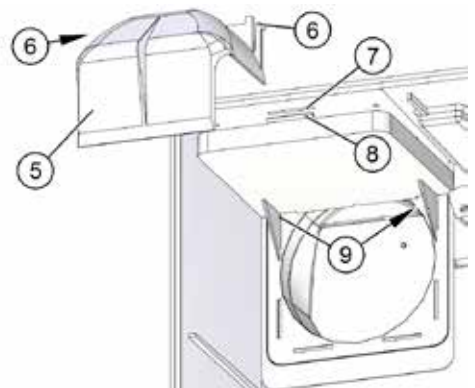

Abb. 27: Umbau von U nach U-H – Teil 2
- Beim Umbau von U auf U-H benötigen Sie zusätzlich das V-II Abweisteil (Pos. 5 in Abb. 27), Art.-Nr. 2506-00, das Sie gesondert bestellen müssen.
- ▶ Drehen Sie, wenn nötig, die Rückschlagklappe (Pos. 4 in Abb. 27) mit dem Klappenträger in die korrekte Lage (siehe Abschnitte 8.3.2 und 8.3.3).
- ▶ Setzen Sie den Klappenträger mit dem Anschlussstutzen in die Öffnung an der Gehäuserückwand ein (siehe Abb. 27).
- ▶ Setzen Sie die Nase (Pos. 8 in Abb. 27) der Verschlussplatte in das Langloch (Pos. 7 in Abb. 27) des Gehäuses ein und rasten Sie die Verschlussplatte nach oben ein.
- ▶ Rasten Sie die Nasen (Pos. 6 in Abb. 27) des Abweisteils (Pos. 5 in Abb. 27) in die Aussparungen (Pos. 9 in Abb. 27) an der Verschlussplatte ein.